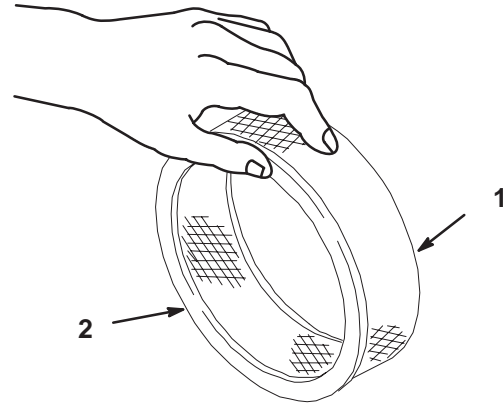

Abbildung 19
- A. Den Einsatz leicht auf eine flache Unterlage klopfen, um Staub und Schmutz zu beseitigen (Abb. 19).